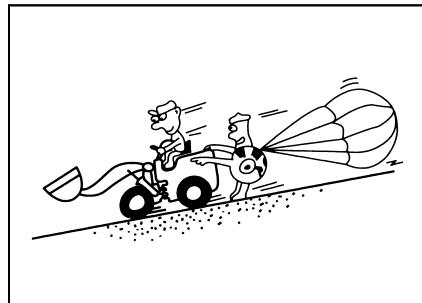

Рис. 1-55
- Если двигатель выключен на откосе ($\text{угол} < 15^\circ$), то немедленно нажать ногой тормозную педаль до упора для торможения, и опустить ковш до поверхности земли, потом проводить стоячное торможение. Поставить рычаг для переключения передач на нейтральное положение, при этом запустить двигатель(рис. 1-55). .